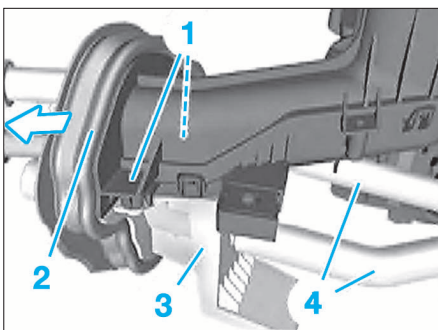

FIG. 18
- Déposer les vis (1) (Fig.18).